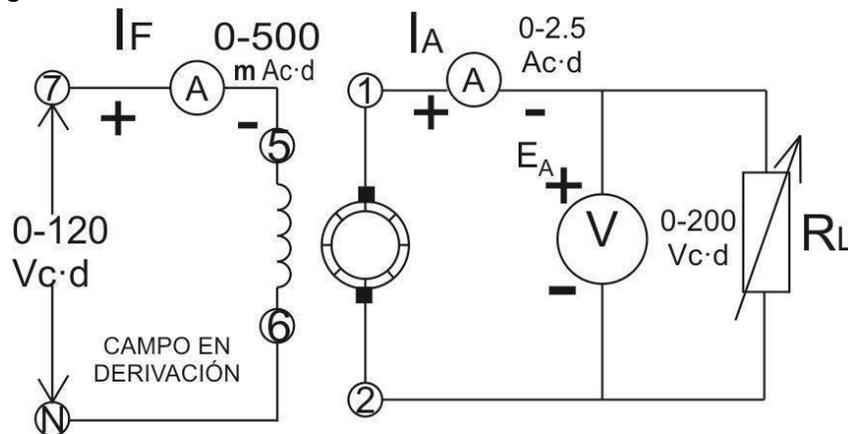

Figura 3
14. Conecte el circuito que se ilustra en la figura 3, utilizando el Módulo EMS de resistencia. Coloque los interruptores de resistencia de tal modo que la resistencia total de carga sea 120Ω .